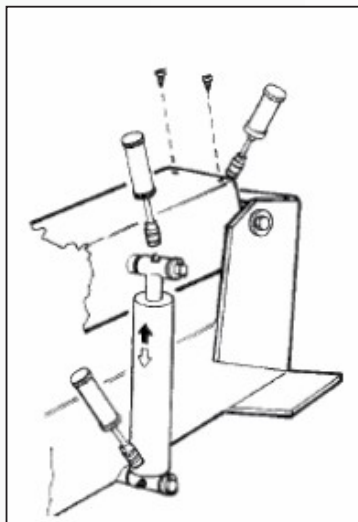

Рисунок 32
2) Время от времени наносить консистентную смазку на подъемный цилиндр кронштейна зажимного устройства и на его поворотный механизм. Нанесите смазку через штуцеры (см. рис.32).